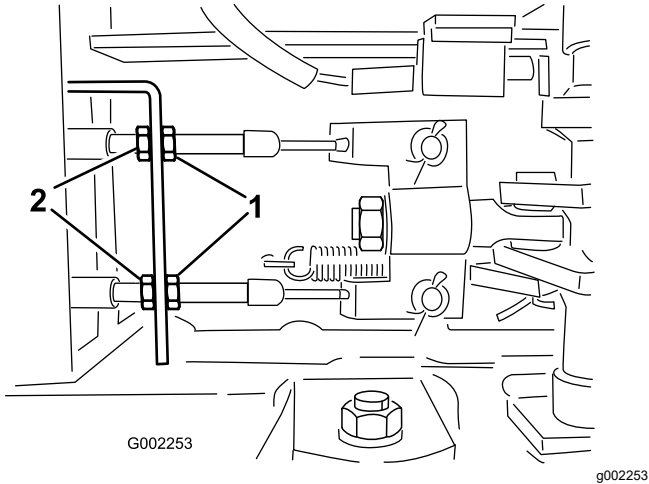

图 93
- 5. 松开打药机前端下面的刹车线上的前锁紧螺母图 93。
- 6. 均匀地旋紧后锁紧螺母直至刹车踏板移动 12cm 时即感觉到阻力图 93。